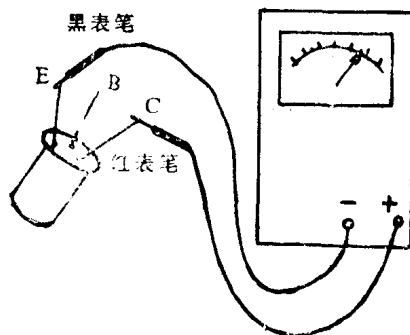

图 15
③测发射极与集电极电阻(以 PNP 型锗三极管为例)。如图 15 所示,红表笔接集电极 C,黑表笔接发射极 E,对于高频管来说,这时阻值大于 $30k\Omega$ (NPN 型硅管应大于 $1000k\Omega$) 此值愈大,说明管子的穿透电流愈小,热稳定性愈好;若小于 $25k\Omega$,说明